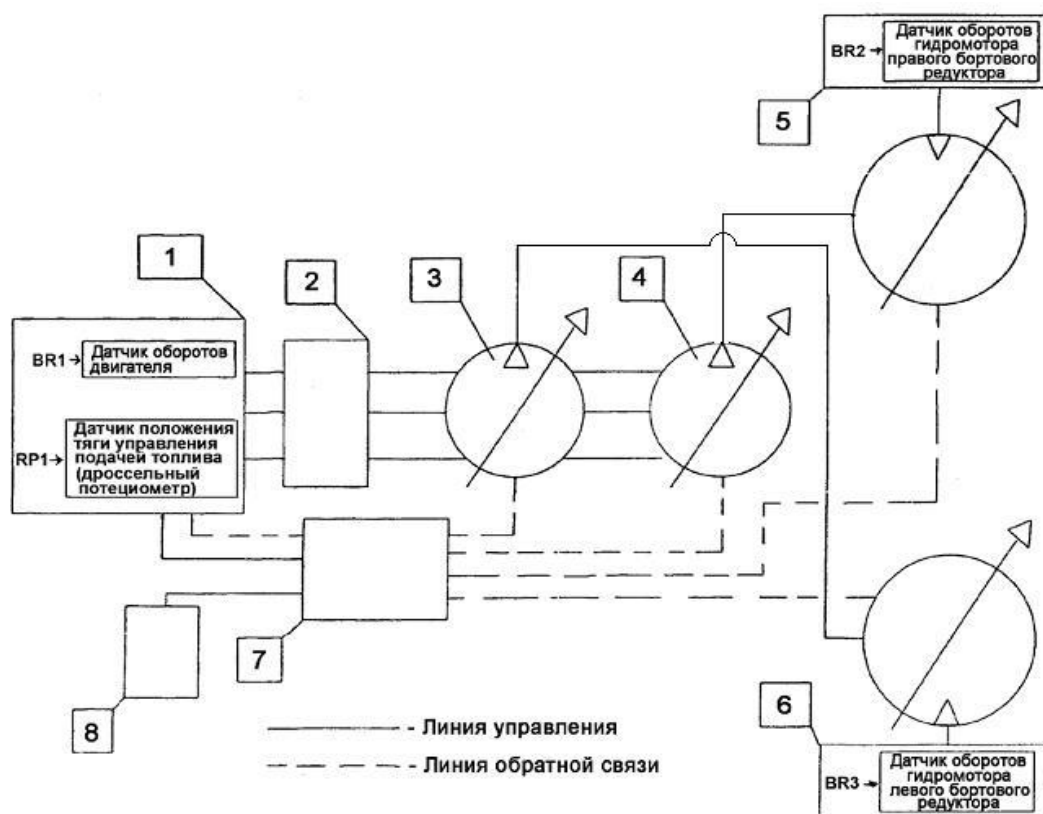

Рис. 5.35 – Функциональная схема привода движения
– отсоединить основной разъём от электронного блока управления трансмиссией DPCA (Рис. 5.35) (установлен прямо под кабиной над гидрораспределителем, доступ через пол кабины).